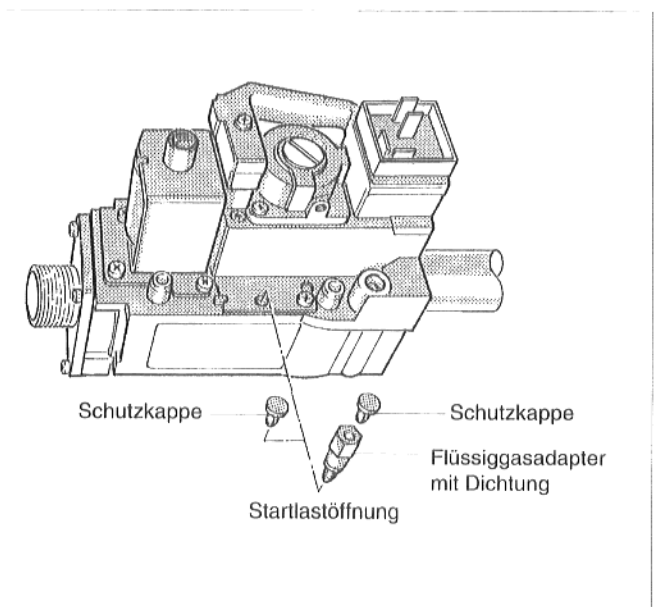

Abb. 46: Gasbrennerarmatur "Honeywell" VR 4601
- Bei Umstellung auf Flüssiggas Schutzkappe über der Startlastöffnung entfernen und Flüssiggasadapter (Kennzeichnung: 230) mit Dichtung einschrauben. Sollte der Flüssiggasadapter nicht mit einer eigenen Schutzkappe versehen sein, Schutzkappe der Startlastöffnung auf den Flüssiggasadapter aufstecken (Abb. 46).
Bei Umstellung auf Erdgas Adapter herausdrehen und Schutzkappe auf Startlastöffnung aufstecken (Abb. 46).